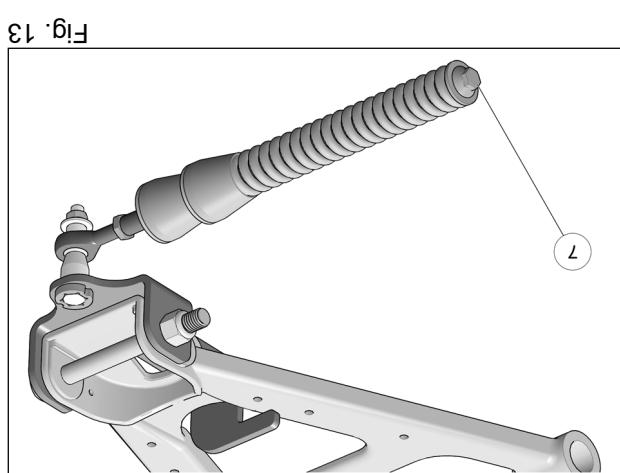

Fig. 13
12. Vérifier que le boulon du ressort (7) est serré au couple recommandé: 75 N·m [55 lb·pi]. Fig. 13